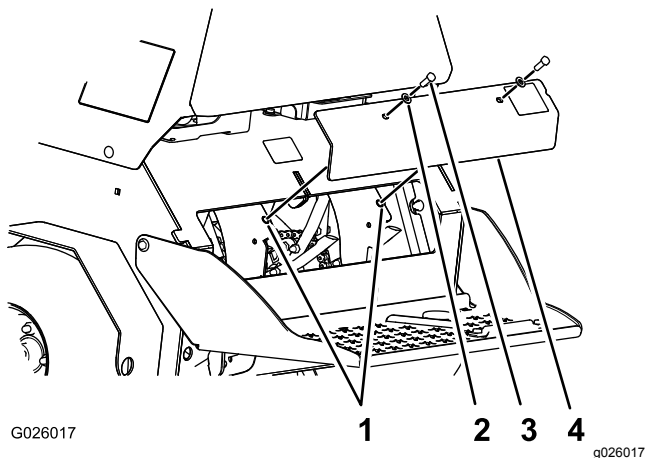

Figura 74
3. Retire los 2 pernos ($\frac{3}{8}$ " x 1") y las 2 arandelas ($\frac{3}{8}$ ") que sujetan el panel de la cubierta trasera al chasis, y retire el panel (Figura 74).
6. Alinee los orificios del panel de la cubierta trasera con los orificios del chasis (Figura 74).
7. Sujete el panel de la cubierta al chasis con los 2 pernos y las 2 arandelas (Figura 74) que retiró en el paso 3, y apriete los pernos a 37–45 N·m (27–33 pulgadas-libra).